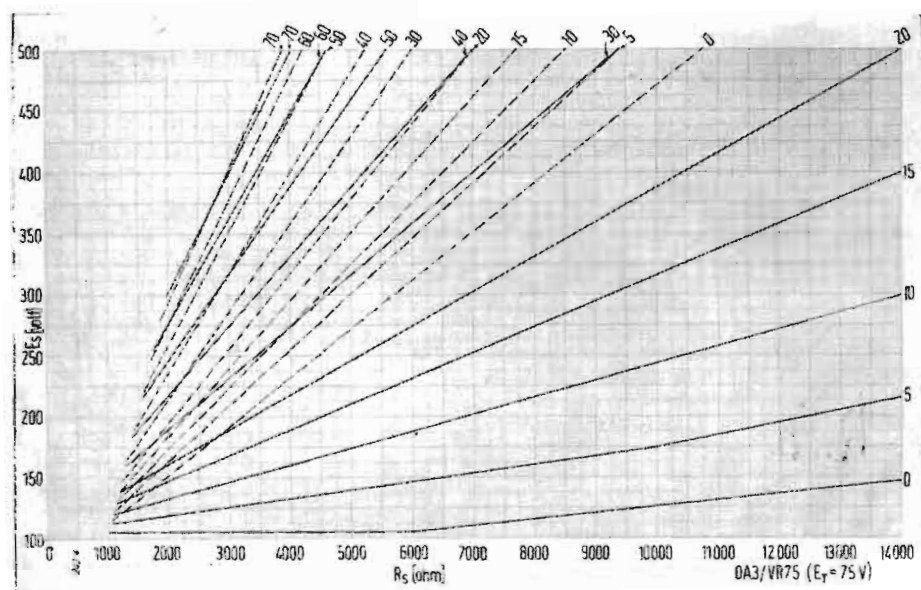

Fig. 3. - Nomogramma per il tubo OA3.
**Soluzione:** Si usi il nomogramma di fig. 3. Il minimo valore ammissibile della tensione di alimentazione può essere trovato all'intersezione della linea a tratto pieno corrispondente a 20 mA con la linea tratteggiata corrispondente a 5 mA. A tale punto corrispondono  $E_s = 152$  V e  $R_s = 1700$  ohm.